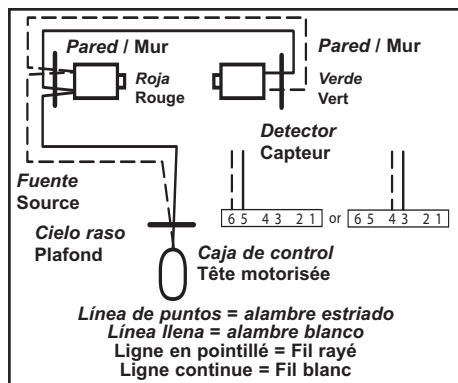

FIG. 4-5b Métodos del detector y fuente pre-alambrados. Méthodes de câblage du capteur et de source pré-câblés.
- Corra el alambre de la pared a los detectores del Safe T Beam® (Fig. 4-5b).
- Corra el alambre del cielo raso a la caja de control (Fig. 4-5b).
- Achémener le fil du mur aux capteurs Safe T Beam® (Fig. 4-5b).
- Achémener le fil du plafond à la tête motorisée (Fig. 4-5b).